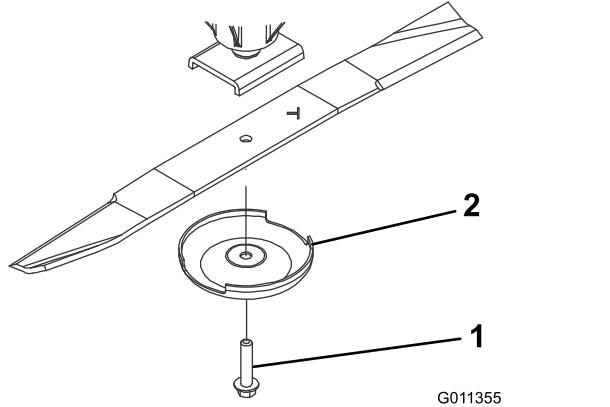

Figura 64
2. Fixe a extremidade da lâmina utilizando um pedaço de tecido ou uma luva grossa. Retire o parafuso da lâmina, o recipiente antidanos e a lâmina do eixo (Figura 64).
3. Instale a lâmina, com a aba voltada para a plataforma de corte, com o recipiente antidanos e o parafuso da lâmina (Figura 64). Aperte a porca de bloqueio com 115 a 149 N·m.
Se a lâmina continuar a sofrer este tipo de desgaste irá formar-se uma ranhura entre a aba e a parte plana da lâmina (Figura 64). Eventualmente, pode soltar-se algum pedaço da lâmina e projetar-se, ferindo-o a si ou a qualquer pessoa próxima.